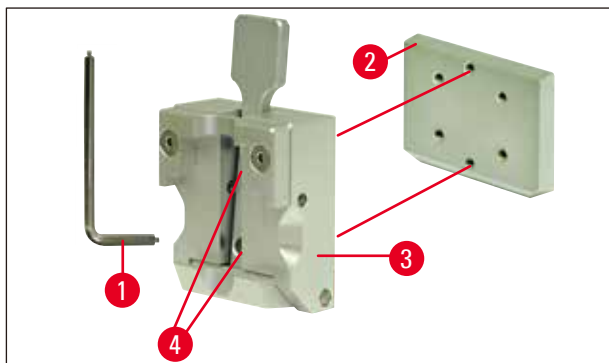

Fig. 10
3. Para remover a guia em cauda de andorinha (→ Fig. 10-2) do prendedor de amostra (→ Fig. 10-3), retire os dois parafusos (→ Fig. 10-4) da guia em cauda de andorinha (→ Fig. 10). Novamente, use a chave Allen com cabo, Nº 3.